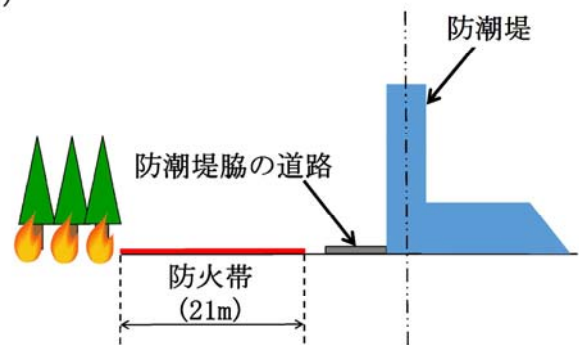

図 2 構造変更後の防潮堤に対する森林火災側のイメージ
- ・構造変更後の防潮堤（被覆鉄筋コンクリート＋鋼管杭）と防火帯の関係を図 2 に示す。